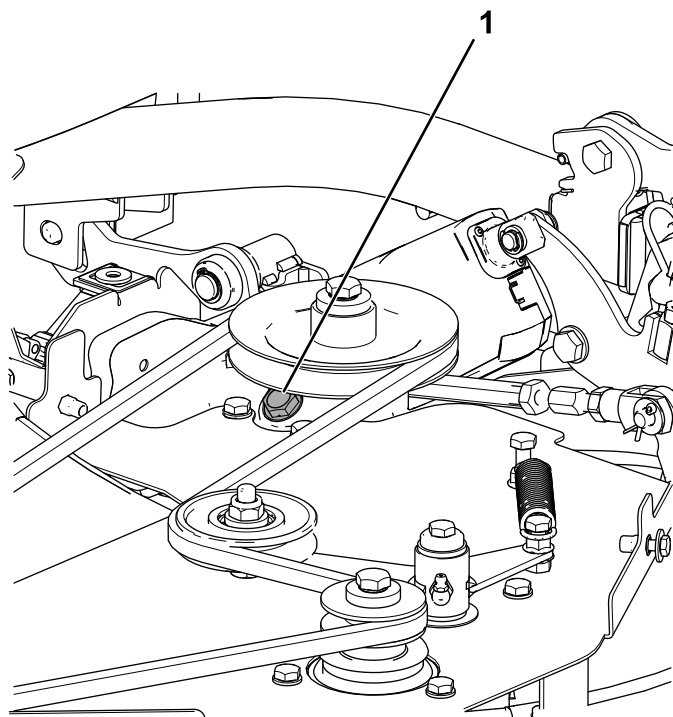

Bild 95
1. Entfernen Sie den Stecker des Getriebes der Schneideinheit (Bild 95).
3. Bauen Sie den Stecker in das Getriebe der Schneideinheit ein (Bild 95).